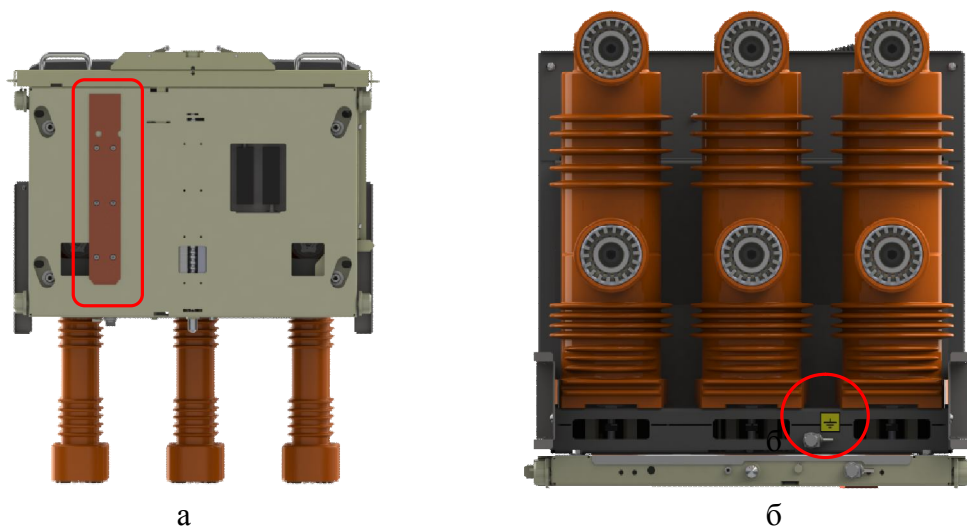

Рис. 17 Место присоединения заземляющего проводника:
2.3.3.6.1. Для выключателя в исполнении S подключение заземления производится при помощи болтового соединения М12, обозначенного знаком «Заземление» (рис. 17, справа).
2.3.3.6.2. Заземление выключателя в выкатном исполнении М, Е обеспечивается элементами конструкции тележки аппаратной (рис. 17, а). Ответная неподвижная часть должна иметь вид скользящего контакта.